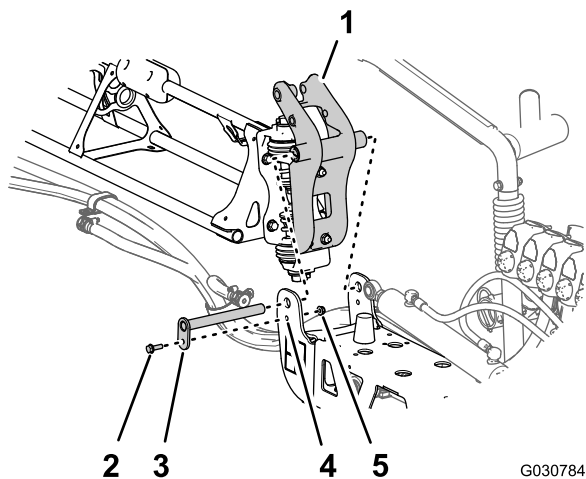

Figura 123
3. Allineate le boccole nel raccordo orientabile con i fori nelle flange della staffa orientabile all'estremità della sezione di irradiazione centrale (Figura 123).